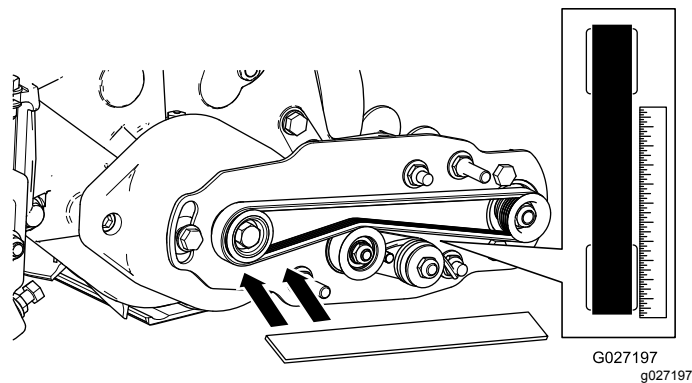

Figura 23
1. Coloque uma régua de traçar ao longo da face externa da polia da transmissão (Figura 23).